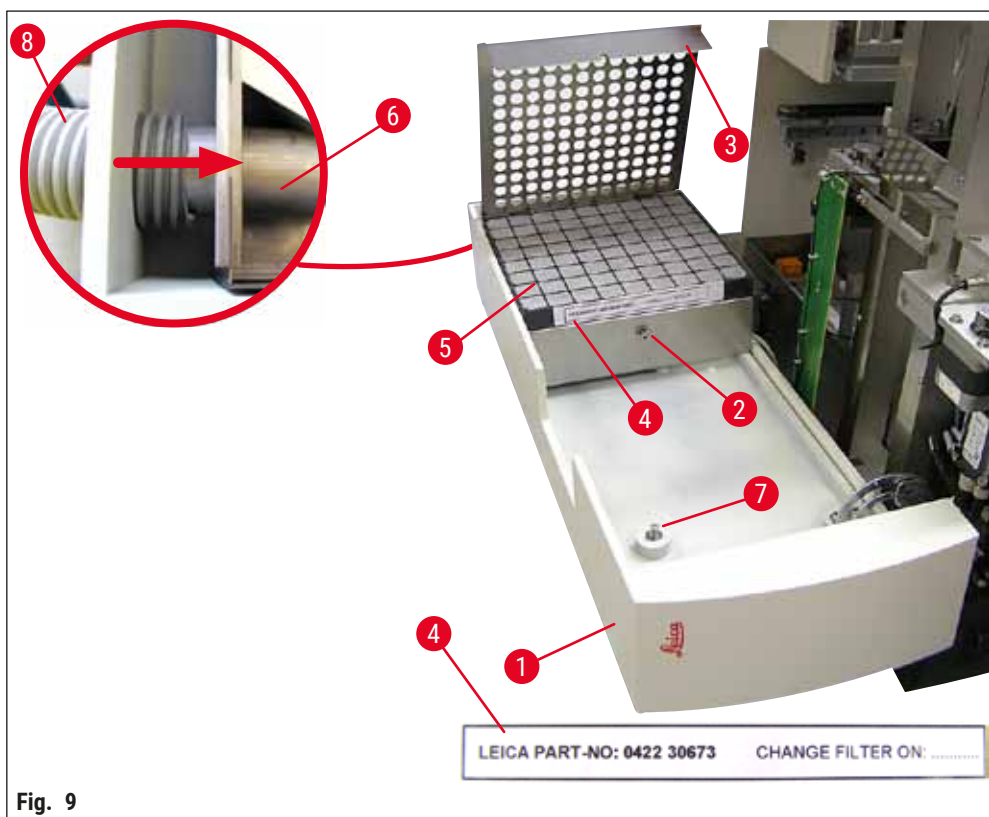

Fig. 9
Détail de la (→ Fig. 9) : Montage du tuyau d'aspiration (→ Fig. 9-8). Le couvercle du filtre (→ Fig. 9-3) et le filtre (→ Fig. 9-5) ont été retirés pour montrer le raccord (→ Fig. 9-6).
2. Ouvrir le volet d'entretien (→ Fig. 15-1) comme indiqué dans (→ P. 29 – 4.6 Installation du groupe de dosage) (→ Fig. 9).